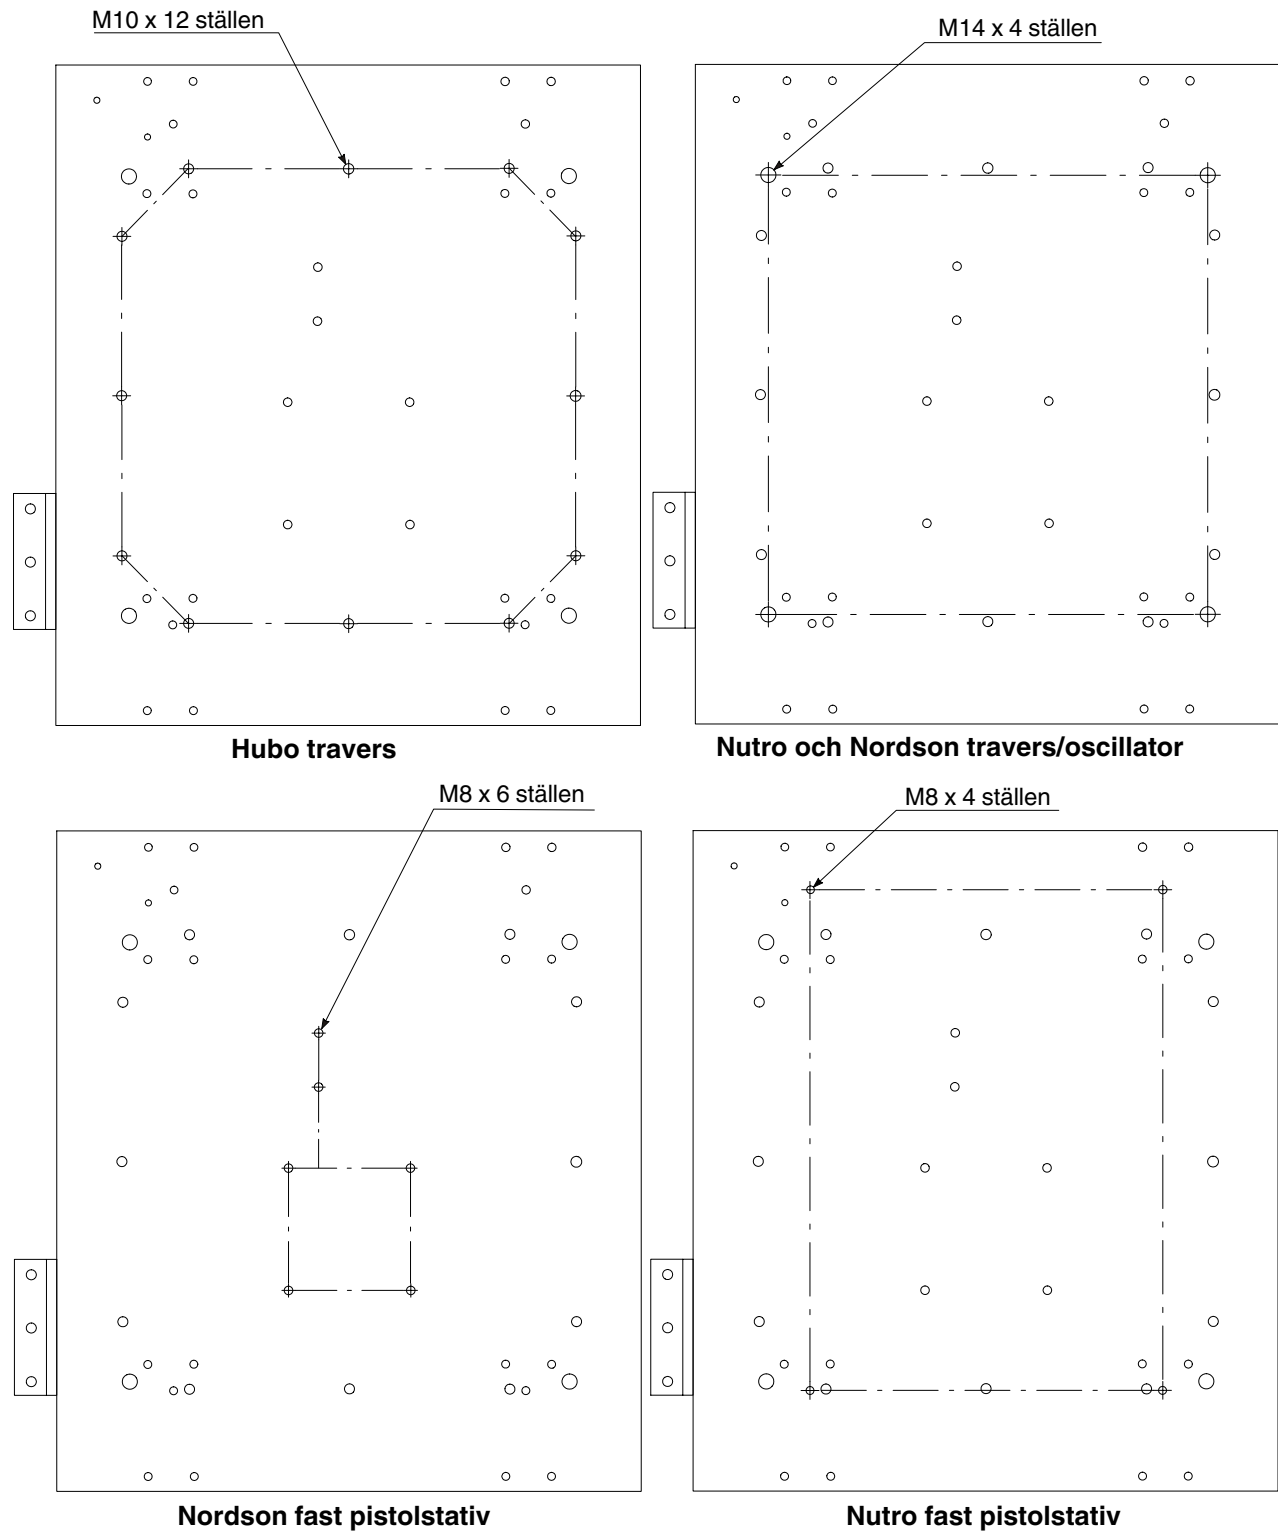

Bild 5 Vagnens hålbilder
2. Se bilderna 4 och 5. Med hjälp av lämpliga lyfthjälpmiddel installerar man försiktigt oscillatoren, traversen eller det fasta pistolstativet (1) på vagnen (2) och bultar fast det på vagnen, med lämpligt dimensionerade bultar, låsbrickor och planbrickor. Bild 5 visar vagnens hålbild för olika typer av fasta pistolfästen, oscillatorer och traverser.
4. Bulta fast in/ut styrningens basplatta (3) på golvet med M10 x 75 förankringsbultar (4).
5. För att åstadkomma en skyddad förläggning av kablarna till oscillatoren eller traversen, installera släpkedjan för kabel (8) och kåpan (7) på in/ut styrningen på följande sätt:
- a. Tag av täckplåten (9) på ovansidan av drivenhetens kapsling.
- c. Montera släpkedjans fästvinkel (6) på styrningens vagn så som visas, och skruva därefter fast den fria änden av kedjan på vinkeln.